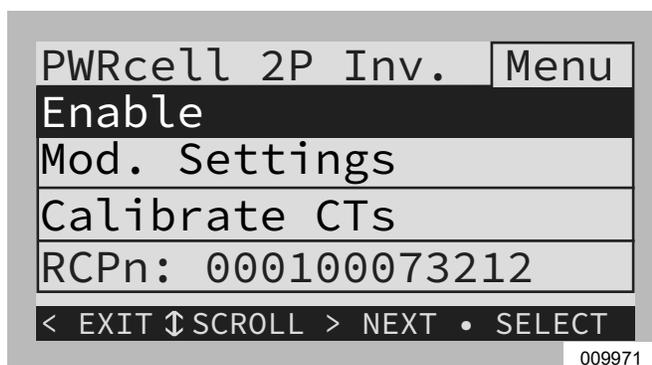

Figura 3-10. Activación y desactivación de dispositivos (2 de 3)
- Consulte la Figura 3-10. Resalte Enable (Activar) y presione el botón central.